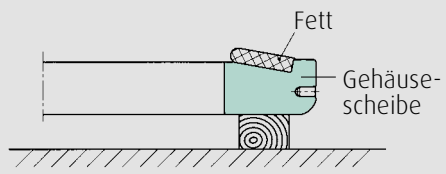

Abb. 3.38
2. Rollensatz mit Einbaumarkierung A mit der vorgegebenen Fettmenge versehen, dann vorsichtig auf die Gehäusescheibe aufsetzen. Die richtige Lage des Käfigs prüfen. Die Wälzkörper müssen richtig an dem Boden der Gehäusescheibe anliegen (Punkt A), und es muß ein gewisser Abstand zwischen Käfig und Gehäusescheibe bestehen (Punkt B, Abb. 3.38).